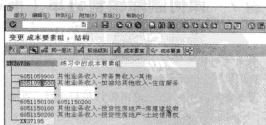

图 15-10 选择成本要素
STEP 1 选择要删除的成本要素，单击菜单栏中的“选择确认”按钮，如图 15-10 所示。